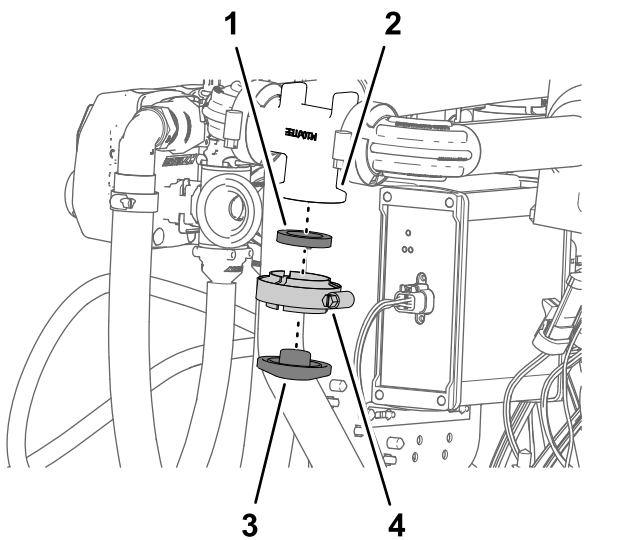

Figure 136
2. Retirez le collier bride et le joint qui fixent l'obturateur et le raccord de tube à la bride du collecteur de débitmètre (Figure 136).
3. Assemblez l'obturateur ordinaire sur la bride du collecteur de débitmètre avec le collier bride et le joint que vous avez retirés à l'opération 2, et serrez le collier à la main (Figure 136).